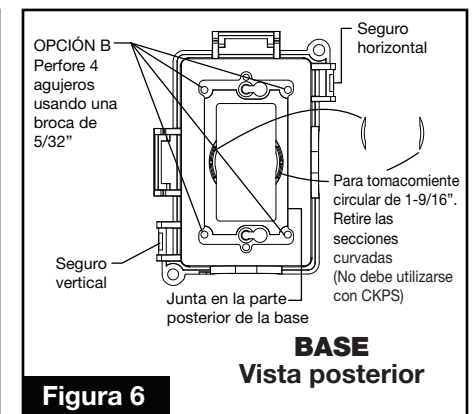

Figura 6
Verifique que el tomacorriente esté centrado y asegurado firmemente a la caja. Perfore los (4) agujeros premarcados en la BASE usando una broca de 5/32" de diámetro (Figura 6). Presione los pines del adaptador dentro del tomacorriente o interruptor (Figuras 4 & 5). Asegúrese de que la junta recubra los bordes de la caja. Inserte los tornillos suministrados (4) y apriete para asegurar la BASE. Vea los pasos 6 y 7.